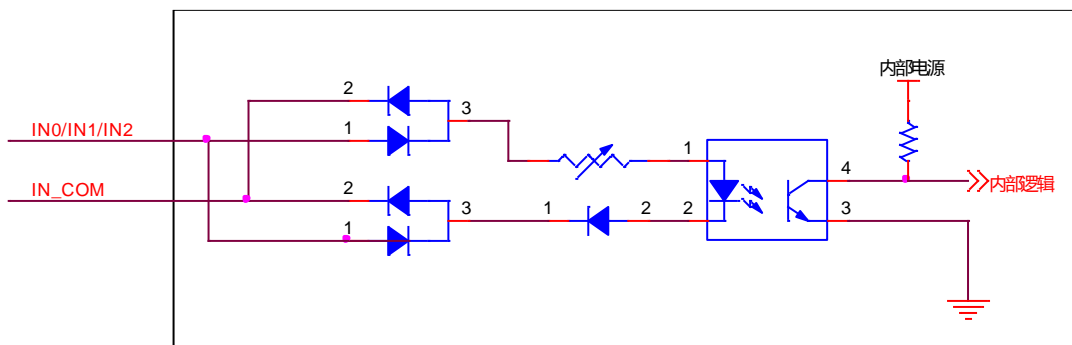

图4-29 I/O 输入接线
- I/O 接口的输入接法：（输入电压范围 5~30V DC），如图 4-29 所示。